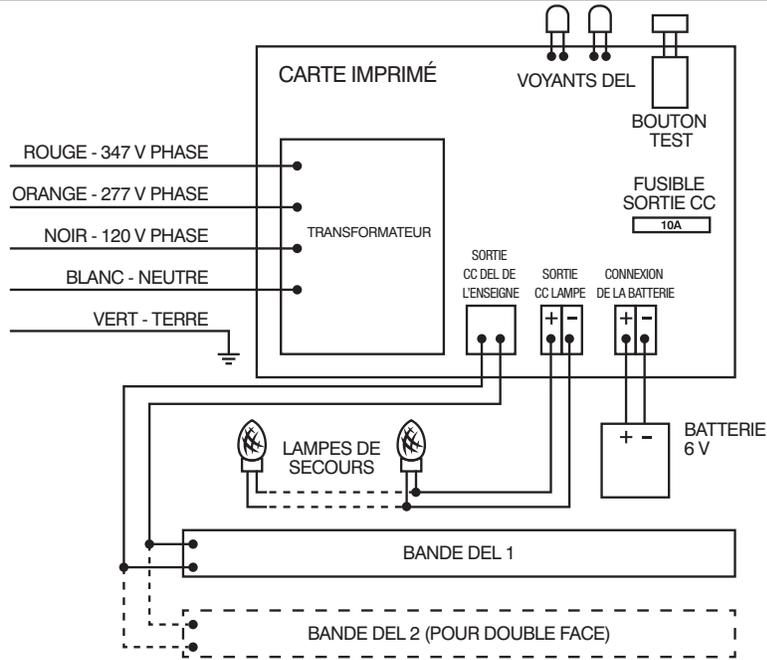

Figure 2
2. Desserrer la vis au bas du couvercle du bloc d'alimentation et retirer le couvercle (figure 2).